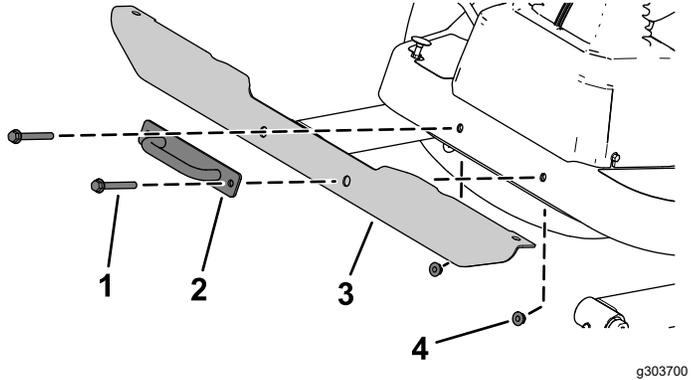

Figura 19
- 2. Sujete el soporte transversal de las luces a la plataforma usando los pernos, las tuercas y la placa de amarre que retiró anteriormente (Figura 19).